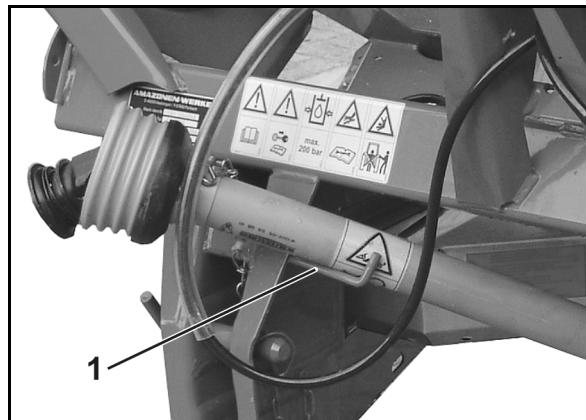

Рис. 34
5. Положите карданный вал на специально предусмотренную подставку (Рис. 34/1).